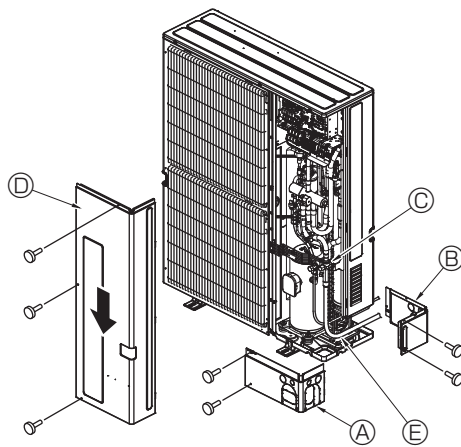

Fig. 4-8
4.5. Soğutucu boruları (Fig. 4-8)